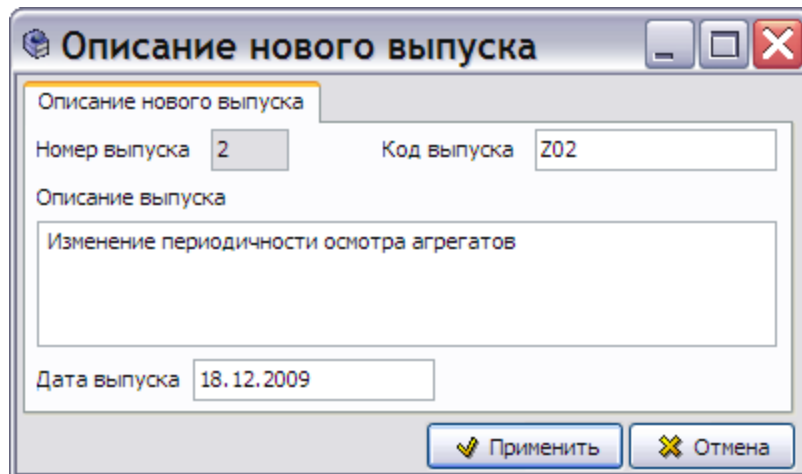

Рис. 23.48
5. В соответствующих полях введите код и описание выпуска, с которым связана публикация, содержащая обновления (Рис. 23.48).